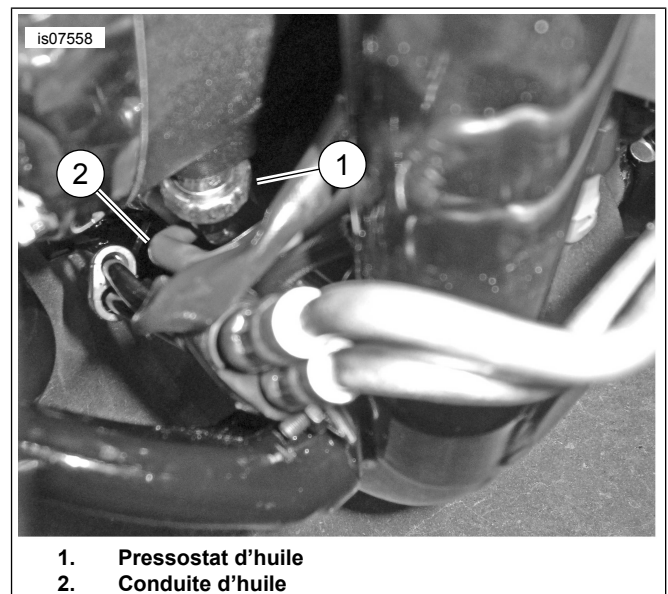

Figure 4. Pressostat d'huile et tuyau d'huile
Voir Figure 4. S'assurer que le tuyau d'alimentation du refroidisseur d'huile (2) ne frotte pas contre le pressostat d'huile (1).